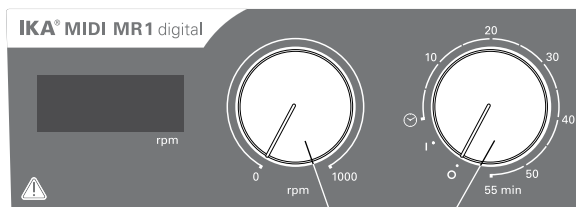

Fig. 3
- ☞ Slå på apparaten genom att vrida vridknoppen **"På/av"** och **"Timer"** (B, se Fig. 3) medurs till position **"1"**.
- ☞ Stäng av apparaten genom att vrida vridknoppen **"På/av"** och **"Timer"** (B) till position **"0"**.
- ☞ Slå på apparaten genom att vrida vridknoppen **"På/av"** och **"Timer"** (B) medurs förbi positionen **"☺"**.
- ☞ Ställ in motorvarvtalet med reglerknoppen **"Varvtal"** (C, se Fig. 3). Motorvarvtalet kan ställas in till mellan 0 och 1000 rpm för **MIDI MR 1 digital** och till mellan 0 och 600 rpm för **MAXI MR1 digital**.